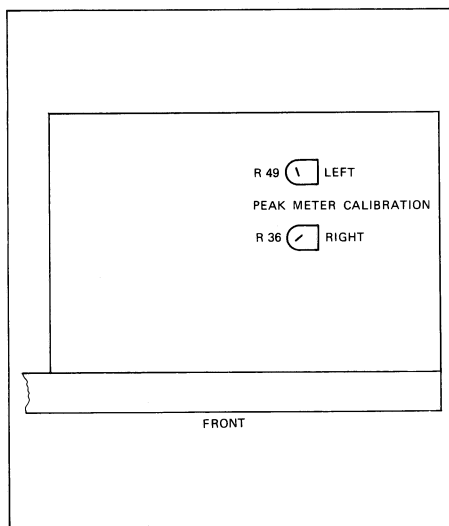

Fig. 5.2
- Trimpotentiometer PEAK METER CALIBRATION (Fig. 5.2) für beide Kanäle so einstellen, dass die beiden Segmente links der Dolby-Marke (0 dB) gerade noch aufleuchten.
- Adjust trimmer potentiometer PEAK METER CALIBRATION (Fig. 5.2) of both channels in such a manner that the two segments to the left of the Dolby marker (0 dB) just light up.